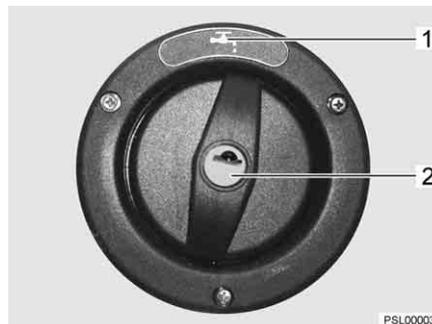

Fig. 66 Tapa de cierre para el tubo de llenado de agua potable
- ▶ El tubo de llenado de agua potable está identificado con el símbolo "🚰" (Fig. 66,1).
- Introducir la llave en el cilindro de cierre (Fig. 66,2) y girar en sentido contrario a las agujas del reloj.